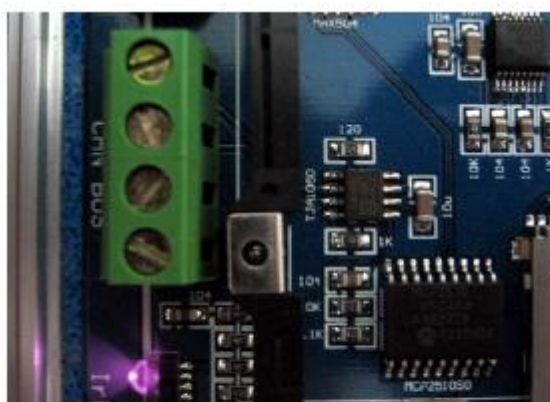

图 2.6.3 CAN 总线接口与 MCP2510 芯片
- 3V 到5.5V 供电UP-NETARM2410-S 上采用使用RJ11 标准接口作为CAN 总线接口，接口如图2.6.3 所示：